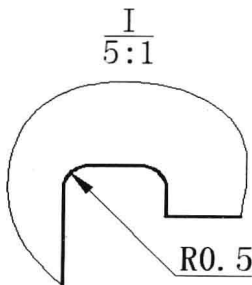
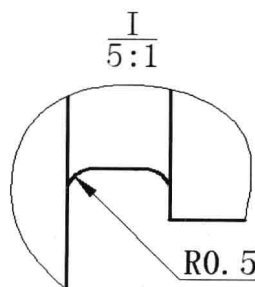

图 4-5-21
图 4-5-22
- (1) 双击素材文件“4-5-5.dwg”，打开未完成的局部放大图，如图 4-5-21 所示。
- (2) 单击“常用”选项卡，在“修改”面板中单击“延伸”按钮 ，或者选择菜单命令“修改 / 延伸”。
- (3) 命令行提示“当前设置:投影=UCS,边=延伸,选择边界的边...选择对象或 <全部选择>”，单击样条曲线作为延伸的边界，样条曲线会呈虚线显示，按 Enter 键。
- (5) 命令行提示“选择要延伸的对象,或按住 Shift 键选择要修剪的对象,或[栏选(F)/窗交(C)/投影(P)/边(E)/放弃(U)]”，分别单击需要延伸的垂直线顶端，所选对象就会延长至边界位置，按 Enter 键结束延伸操作，修改后如图 4-5-22 所示。